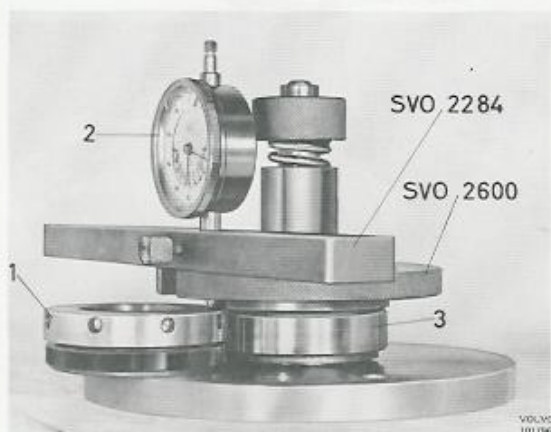
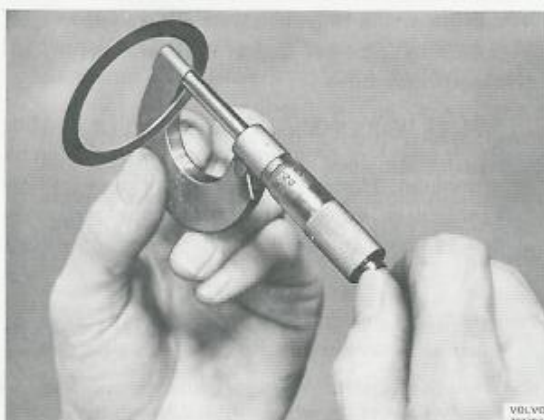

Bild 50. Bestämning av justermellanlaggens tjocklek
Bild 51. Uppmätning av justermellanlägg
3. Placera bakre pinjonglagret komplett med ytterringen i mätfixtur SVO 2600. Sätt på platta, fjäder och mutter. Muttern vänds med plana sidan upp. Plattan (och därmed lagret) vrids fram och tillbaka några gånger, så att rullarna intar rätt läge. Lagg inställningsringen i mätfixturen enligt bild 50. Använd hållare SVO 2284 och mätur, placera mätarets mätspets mot inställningsringen och nollställ mäturet. Placera därefter mätarets spets mot lagrets ytterring. Mäturet visar nu direkt vilken tjocklek justermellanläggen skall ha. Mät upp justermellanlägg av rätt tjocklek med mikrometer, se bild 51. OBS! Justermellanlägg med exakt rätt tjocklek kan inte alltid erhållas. De får dock inte vara mer än 0,03 mm tjockare än det uppmätta värdet men upp till 0,05 mm tunnare.
3. När rätt kuggflankspel och märkbild erhållits tas differential och inställningsring bort. Centerbrickan placeras på mätfixturen. Ett lager placeras i mätfixturen, platta, fjäder och mutter monteras. Muttern monteras med plana sidan ned. Plattan vrids fram och tillbaka några gånger. Sätt på mätur och hållare SVO 2284. Nollställ mätaren mot inställningsringen och placera därefter mätspetsen mot lagret, se bild 50. Avläs mäturet. Mät med mikrometer upp justermellanlägg, vars sammanlagda tjocklek motsvarar det avlästa värdet plus 0,07 mm. Lägga undan justermellanläggen tillsammans med det uppmätta lagret. Upprepa ovanstående med det andra lagret. OBS! Håll noga reda på vid vilken sida resp. lager och justermellanlägg skall monteras.